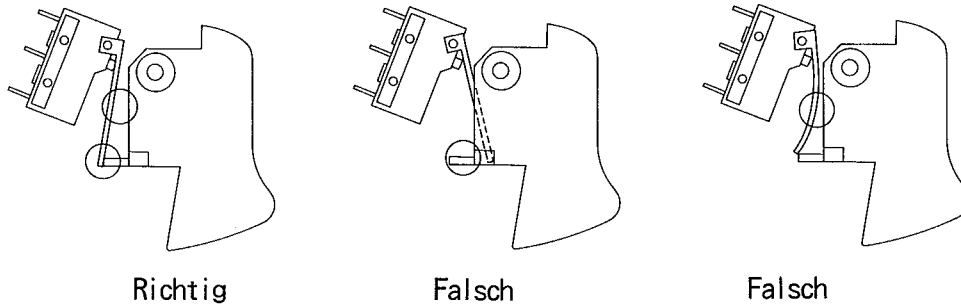

Abb. 4
- \* Beim Wiedereinsetzen des Mikroschalters für Schaltung A darauf achten, daß der Schalthebel nicht in den Schaltergriff gerät oder sich verformt (siehe Abb. 4).
- ④ Beim Zerlegen des Antriebsblocks wird die Antriebswelle A, das Gegenrad A und das Zwischenrad A entnommen. Zwischen dem Ritzel und dem Ritzeldeckel befindet sich eine Druckscheibe, die beim Zusammensetzen wieder einzusetzen ist (anderenfalls treten anormale Betriebsgeräusche auf).